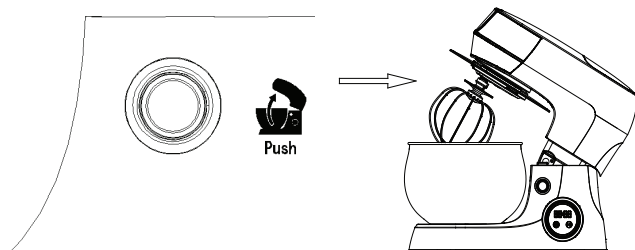

Рисунок 1
2. Поверните рычаг блокировки (17) поворотного кронштейна (13) по часовой стрелке. в то же время поднимите верхнюю часть поворотного кронштейна рукой так, чтобы он зафиксировался на месте со щелчком. Поворотный кронштейн (13) наклонится вверх (см. рис. 1).